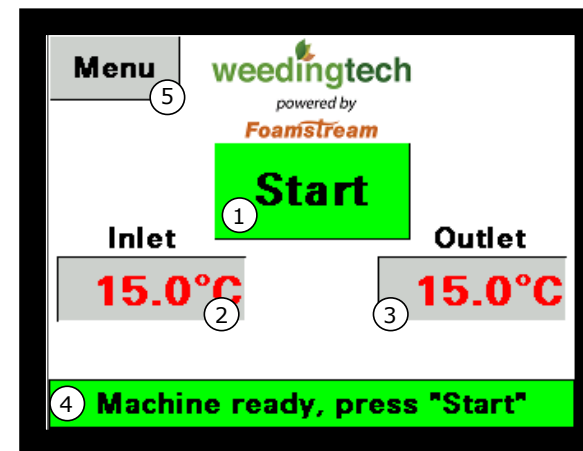

Figure 5 - Écran de démarrage du PLC
- ✓ Attendre jusqu'à ce que la purge soit terminée. Un nouvel écran s'affiche, représenté à la Figure 5.